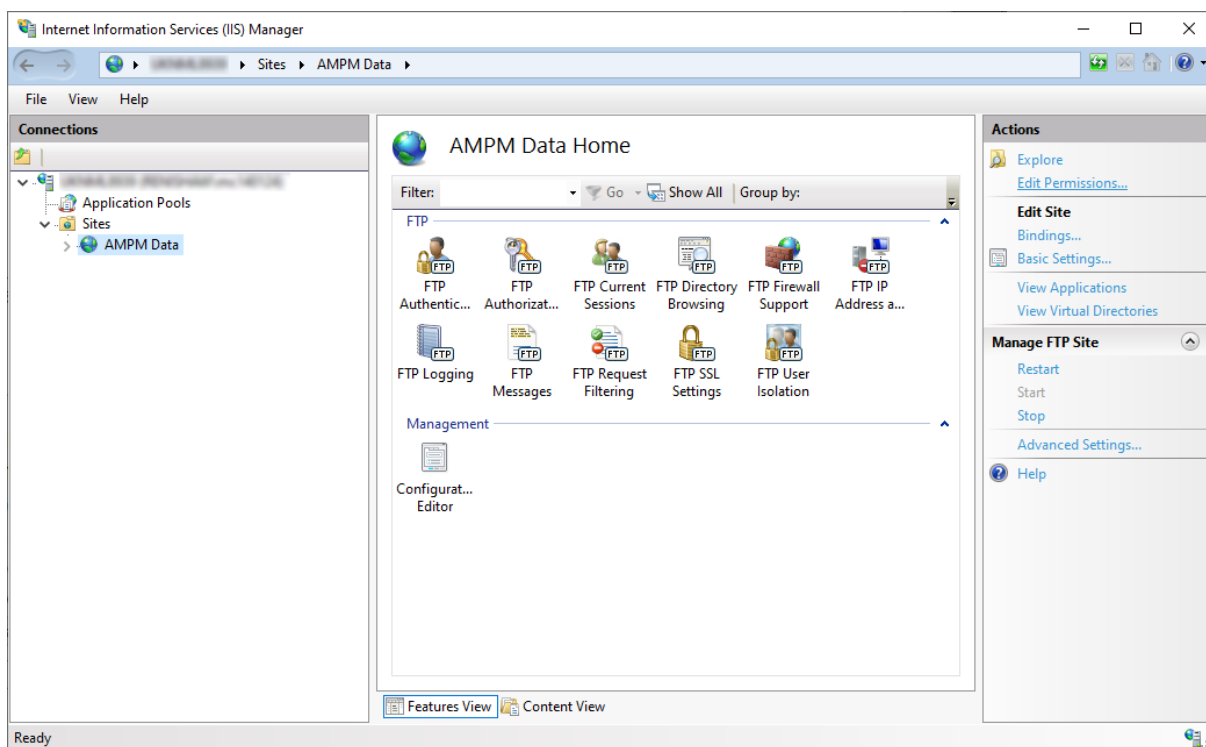

Figura 39 Verificare che il sito funzioni
8. Verificare che il nuovo sito funzioni (vedere Figura 39) e chiudere la finestra.